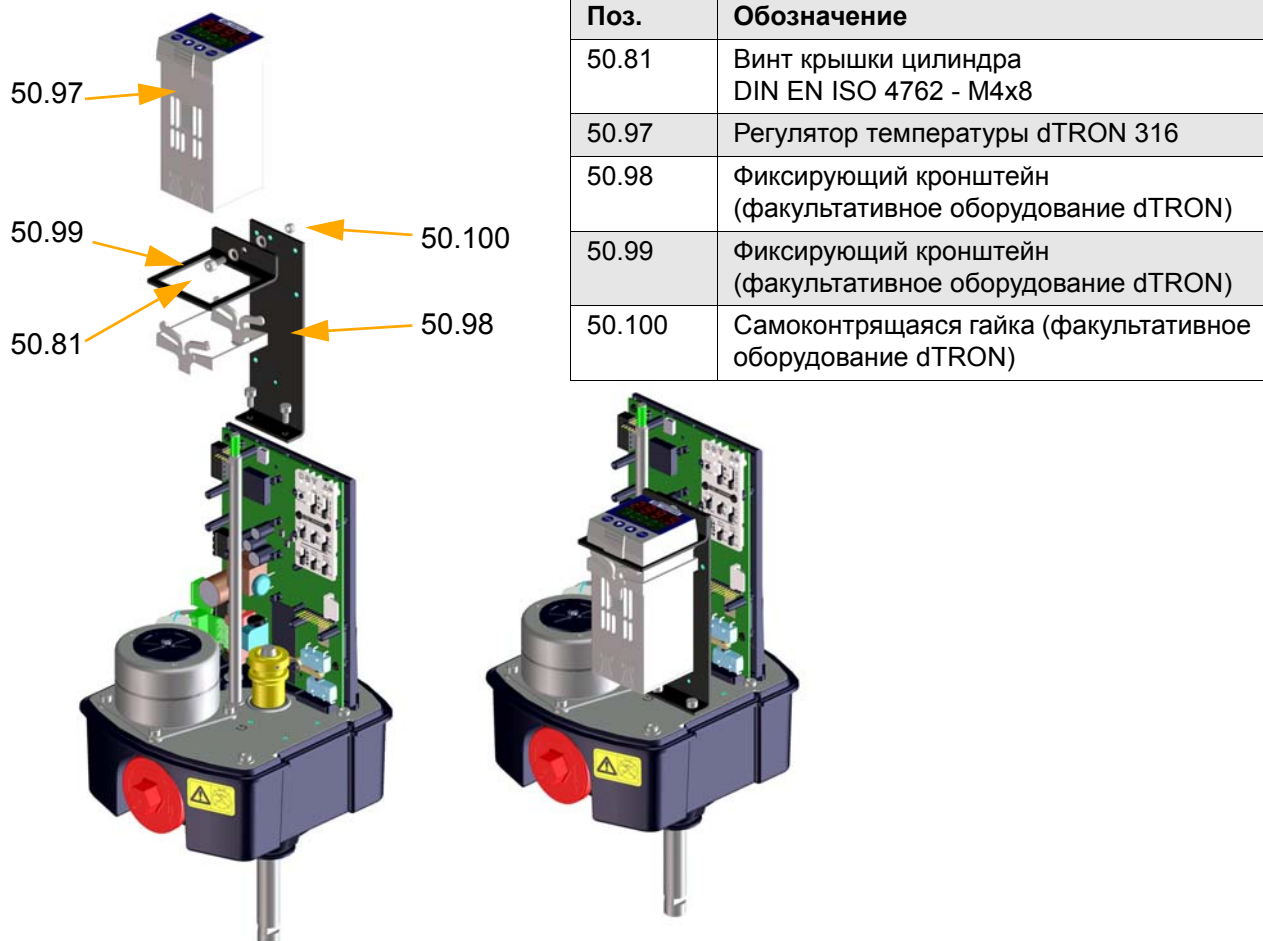

Fig. 25: Установка регулятора dTRON 316 ARI-PREMIO 2,25 кН
- Установить регулятор температуры на крышку редуктора, используя специальный монтажный набор (Fig. 25).